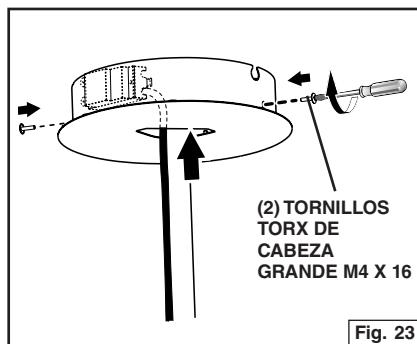

Fig. 23
- Instale la cubierta para cielo raso y fije con (2) tornillos Torx de cabeza grande M4 x 20. Fig. 23. Retire el recubrimiento protector.